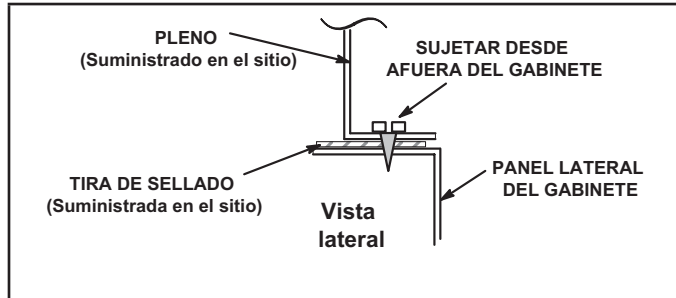
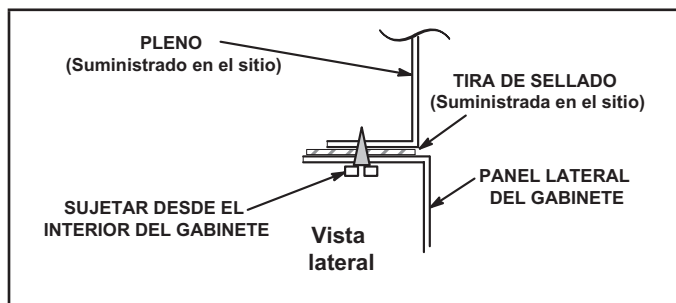

FIGURA 11
FIGURA 12
- 1- El borde inferior del pleno debe bridarse con un borde dobladillado (ver la FIGURA 11 o FIGURA 12).